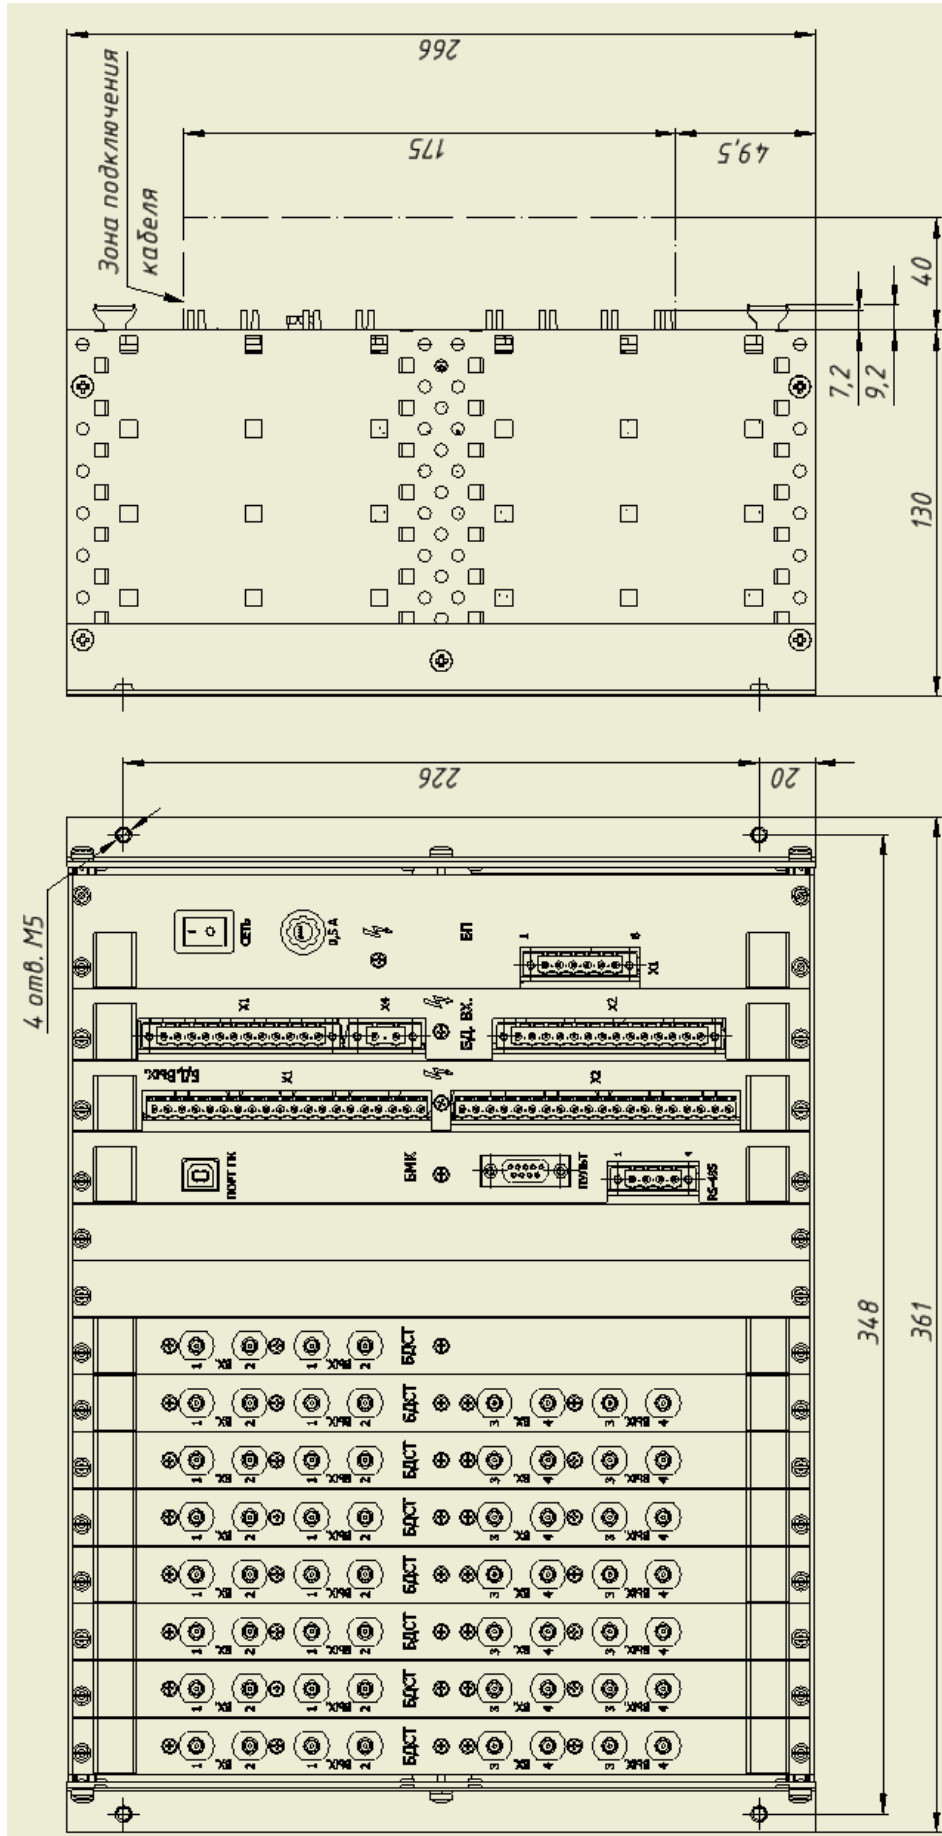
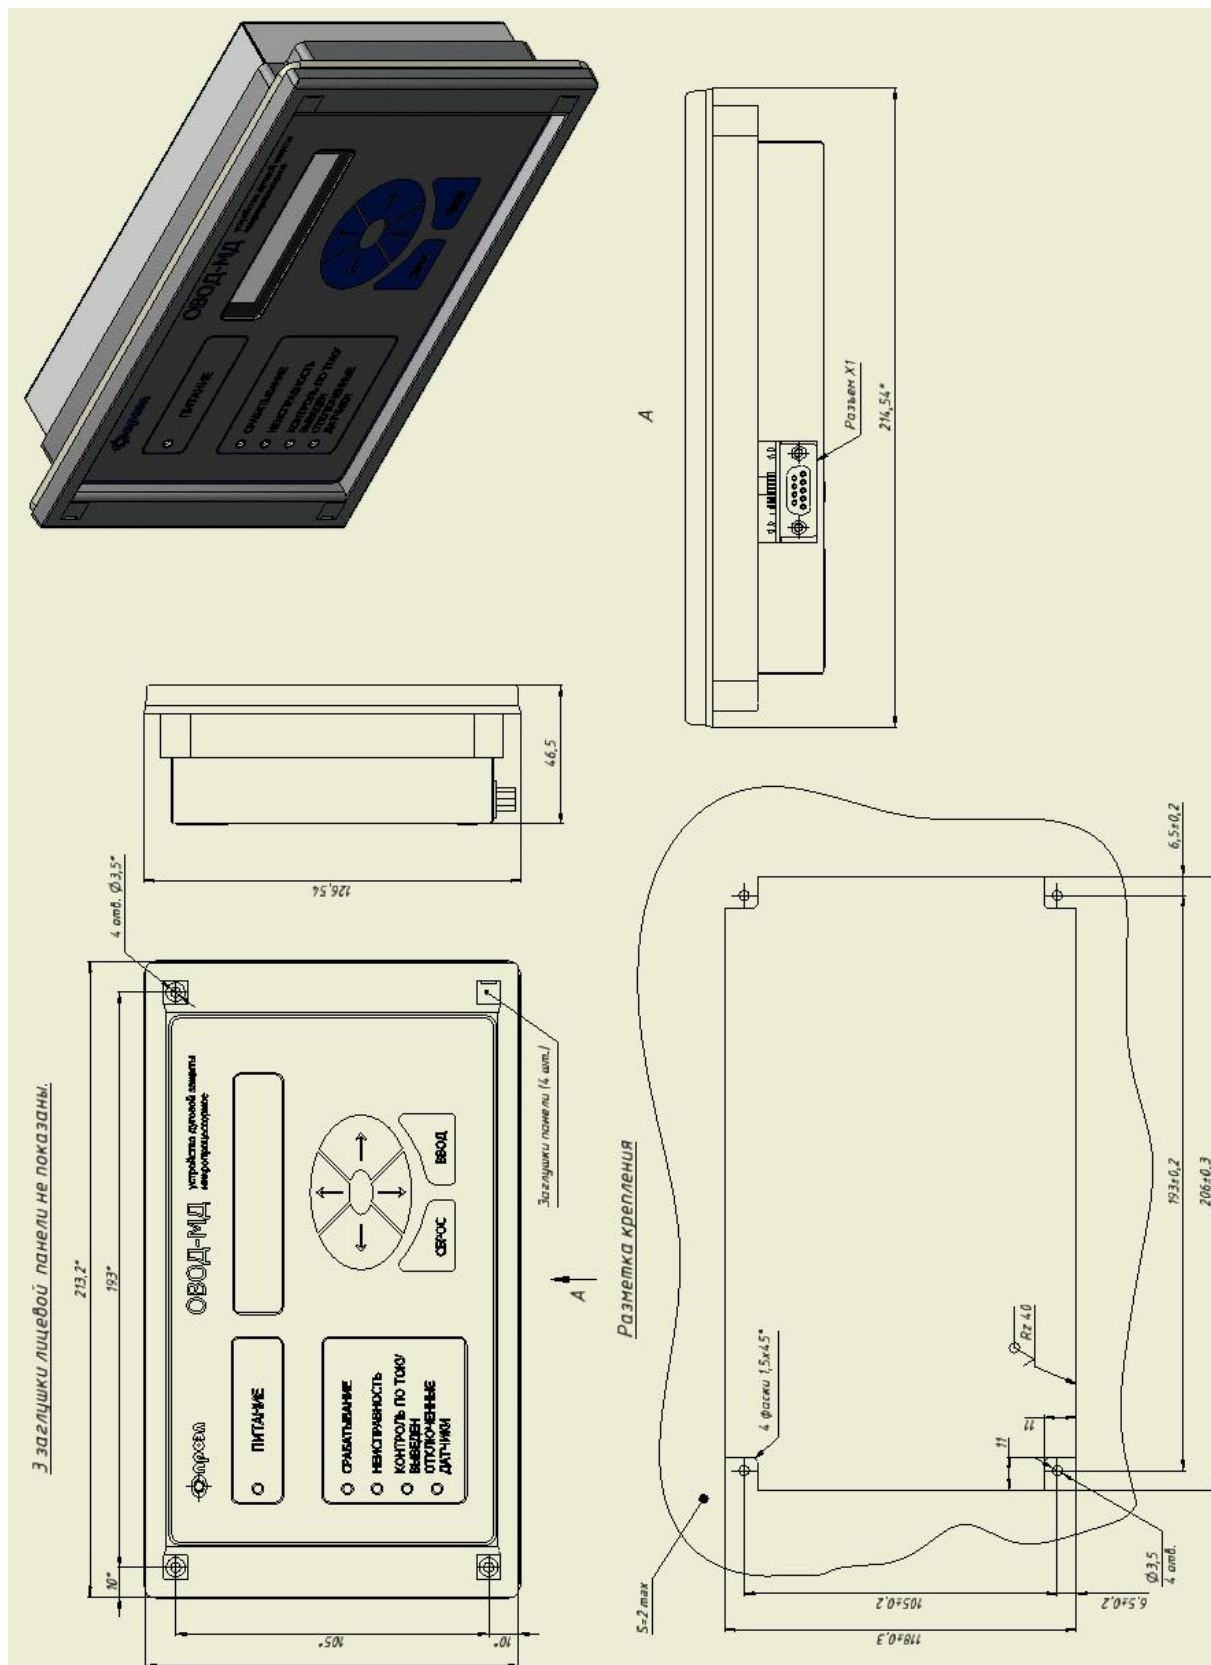

Рис. 1.5. Габаритные размеры блока оптоэлектронного преобразования и мониторинга БПМ-1
Рис. 1.6. Габаритные размеры блока управления и размеры посадочного места
Для установки устройства в релейный отсек какой-либо ячейки блок оптоэлектронного преобразования и мониторинга (БПМ-1) поставляется без стального шкафа. В этом случае он закрывается стальными крышками и имеет угольники для крепления в релейном отсеке. Габаритные размеры БПМ-1 показаны на рис. 1.5. Блок управления крепится на дверце релейного отсека. Габаритные размеры БУП и размеры посадочного места приведены на рис. 1.6. Длина соединительного кабеля между БУП и БПМ-1 определяется длиной пути прокладки кабеля.
2.3.2. Для вариантов исполнения «02» и «03» закрепить устройство (БМП-1) с помощью четырех болтов М6 мм, входящих в комплект поставки, согласно разметке, указанной на рис. 1.5.
Подготовить место для установки БУП согласно рис. 1.6. Закрепить БУП с помощью четырех болтов М3 мм, входящих в комплект поставки.